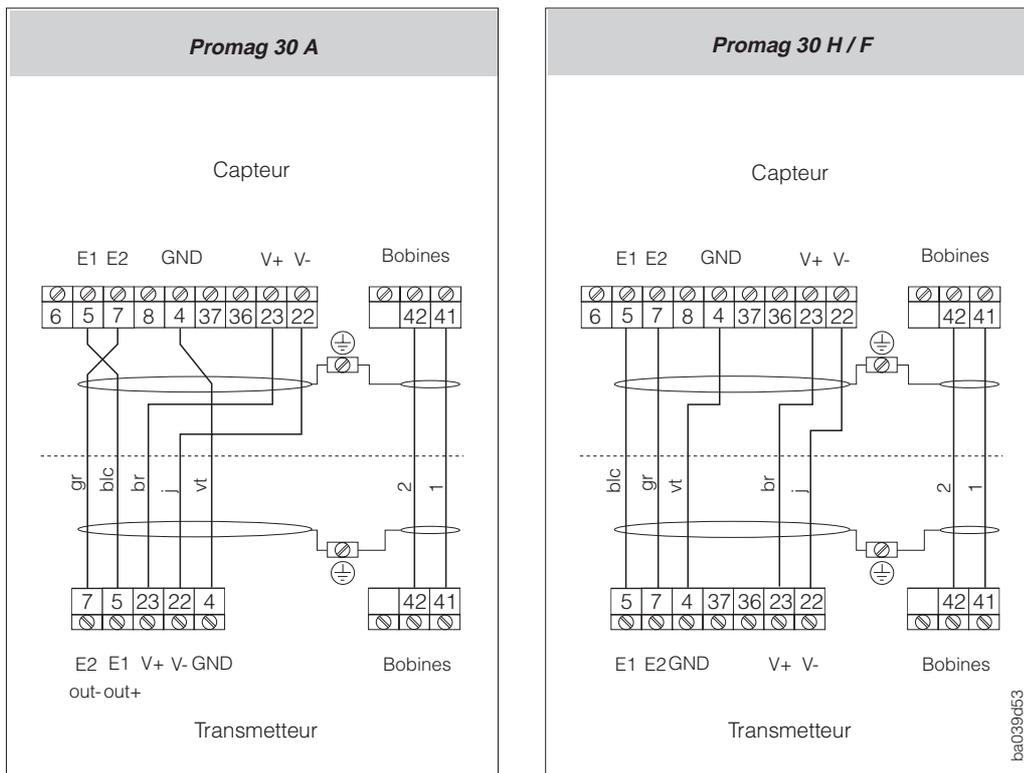

Fig. 26
4. Faire le raccordement du capteur au transmetteur selon les schémas électriques (fig. 26).